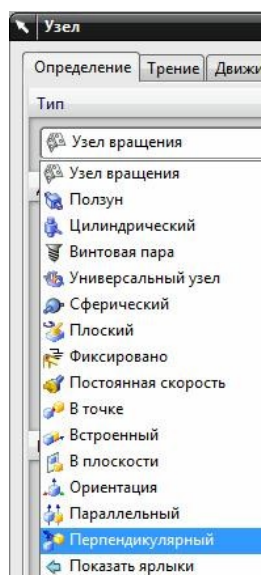

Рис.1
- Список этих диалоговых пар представлен на рис.1. Весь этот список условно делится на две части:
•Повторим - самые употребимые в инженерной практике, законченные кинематические пары перечислены в верхней части рис.1. Но, например, в этом списке нет кинематической пары для моделирования трущихся друг о друга сфер. Так вот, чтобы смоделировать некую сложную, экзотическую кинематическую пару как раз и служат упомянутые кинематические примитивы. Но построение сложных экзотических кинематических пар из кинематических примитивов в данном пособии не рассматривается.